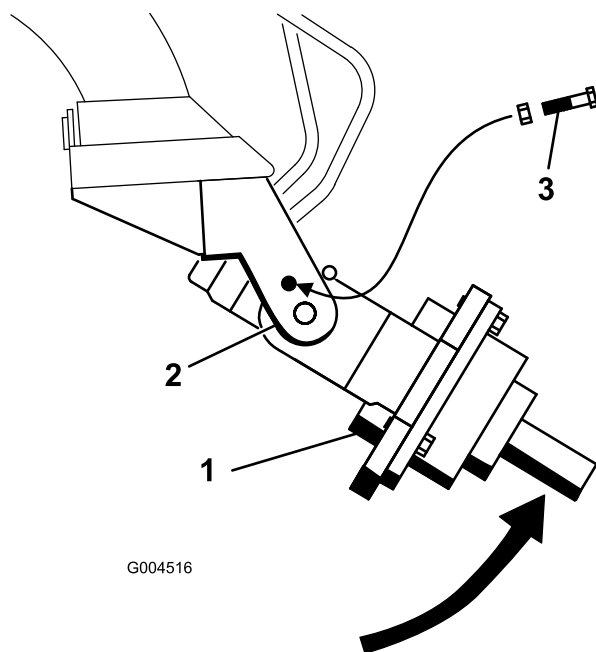

Figura 5
4. Ruotate manualmente la testata motrice della trivella verso l'alto, fino a quando non potete far scorrere un bullone ($1/2 \times 2-1/2$ poll.) nel foro del braccio della base anteriore, fissando la testata motrice. Serrate senza stringere il bullone con un dado flangiato ($1/2$ poll.) (Figura 5).